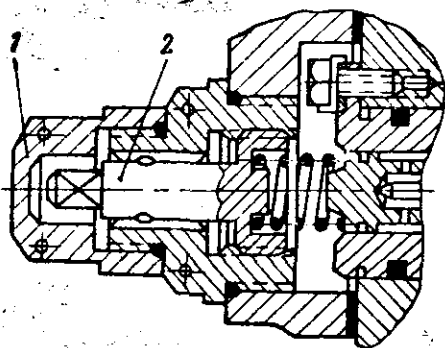

Рис. I2. К регулированию командно-топливного агрегата регулировочным винтом "I7":
Если до оборотов 20-25% (2500-3000 об/мин) запуск происходит нормально, а дальнейшего роста давления топлива и температуры газов за турбиной не происходит (недостаточная подача топлива) или, наоборот, резко увеличиваются давления топлива и температура газов за турбиной и кнопкой частичной срезки топлива на запуске не понижаются до допустимых пределов, то необходимо запуск двигателя прекратить и отрегулировать командно-топливный агрегат регулировочным винтом "I7" (рис. I2).
1. Расконтрите и отверните колпачок (рис. I2) регулировочного винта "I7".